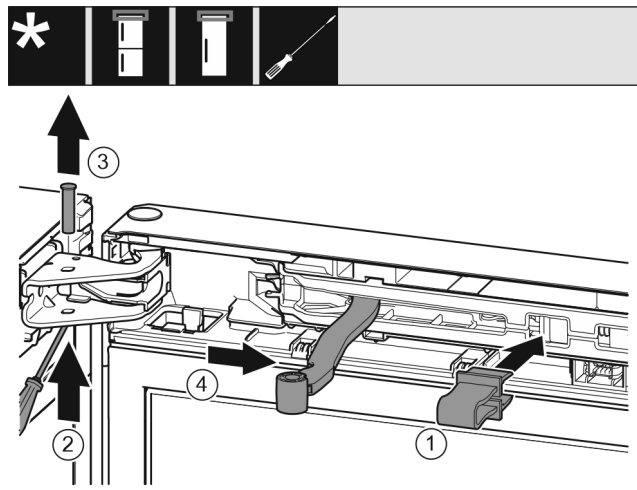

Fig. 9
- ▶ Encajar un seguro en la apertura. Fig. 9 (1)
- ▶ Desenroscar el perno con el destornillador. Fig. 9 (2)
- ▶ Extraer el perno hacia arriba. Fig. 9 (3)
- ▶ Girar la articulación en dirección a la puerta. Fig. 9 (4)